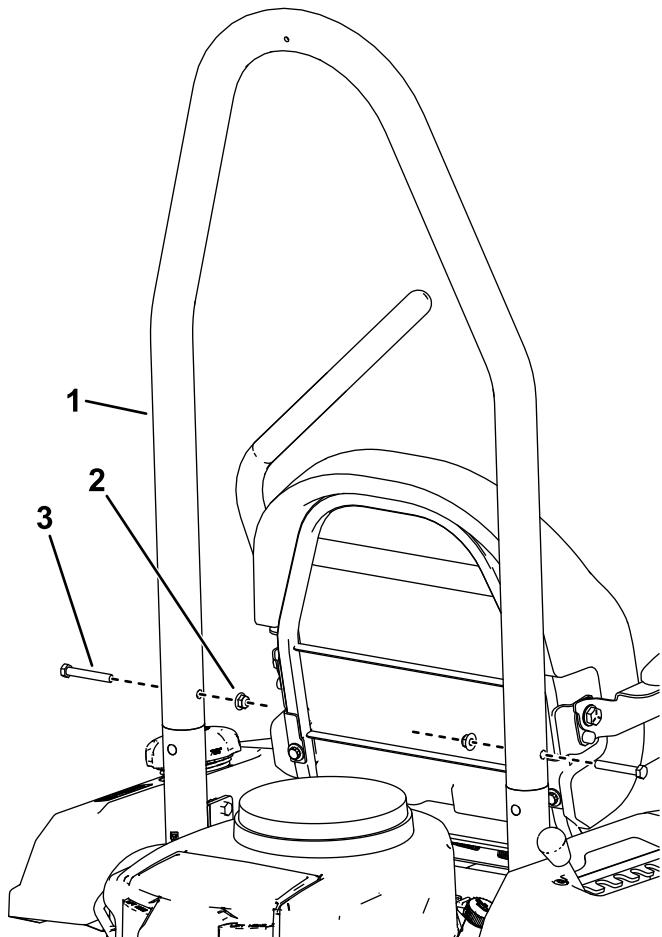

図 15
- ROPSチューブを後ろ側にやや傾けた状態で、ROPSチューブをROPSマウントに取り付けるボルト $\frac{3}{8}$ x 2 $\frac{1}{2}$ "2本とロックナット $\frac{3}{8}$ "2個を使って図15のように取り付ける。